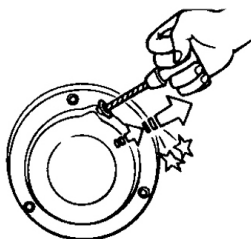

Рис.14
4. Повільно потягніть за рукоятку стартера, доки не відчуєте опір. Це точка «стиснення». Поверніть рукоятку в її початкове положення та швидко потягніть. Не витягайте шнур повністю. Після запуску двигуна дайте рукоятці стартера повернутися у вихідне положення, усе ще притримуючи її (Рис.14).